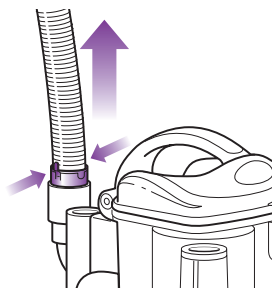

Fig. 28
- Détachez le tuyau extensible à l'arrière de l'aspirateur portatif *Lift-Away^{MD}* en pressant les onglets ensemble et en tirant le tuyau vers le haut. (Fig. 28) Redressez le tuyau souple et inspectez l'intérieur pour détecter toute obstruction.